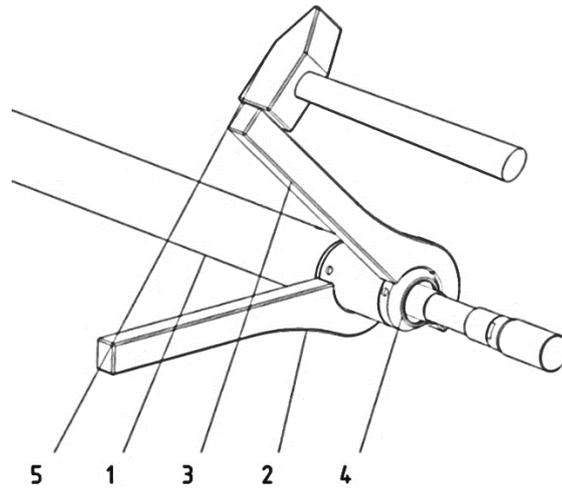

Fig. 8.2.1
- a) Pour remplacer l'extrémité, il faut (fig. 8.2.1) : débrancher la machine du conduit d'alimentation et de commande.